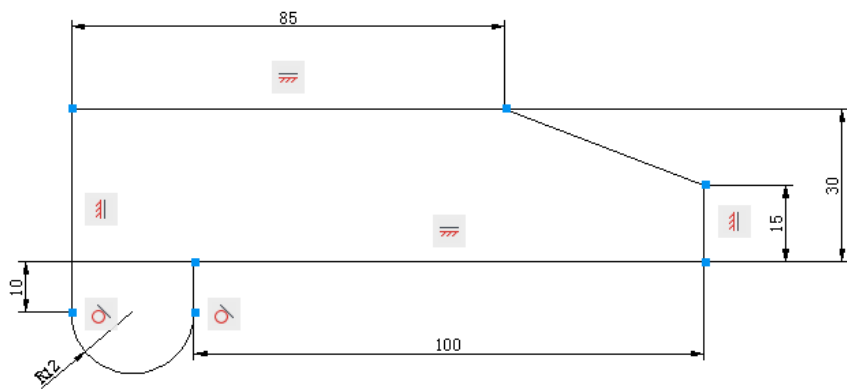

图 15.5.1 练习
5. 用本章所学的参数化设计的内容, 绘制图 15.5.1 所示的草图。